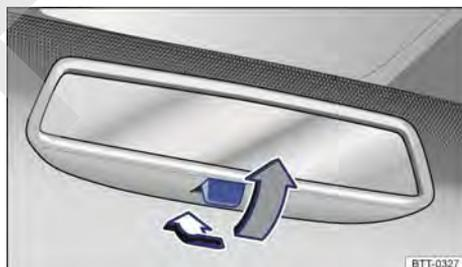

Fig. 79 En el parabrisas: espejo retrovisor interior antideslumbrante manual.
- Posición de noche: tirar de la palanca → **fig. 79** (flecha gris), para evitar el deslumbramiento de los faros de los vehículos que circulan detrás.